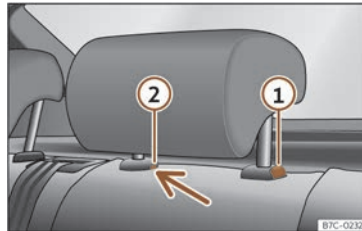

Abb. 73 Kopfstütze hinten: Ausbau.
- Drücken Sie die Taste >>> (Abb. 73) ① sowie gleichzeitig mit einem Schlitzschraubendreher (Breite max. 5 mm) in die Öffnung der Verriegelung ② und ziehen Sie die Kopfstütze heraus.